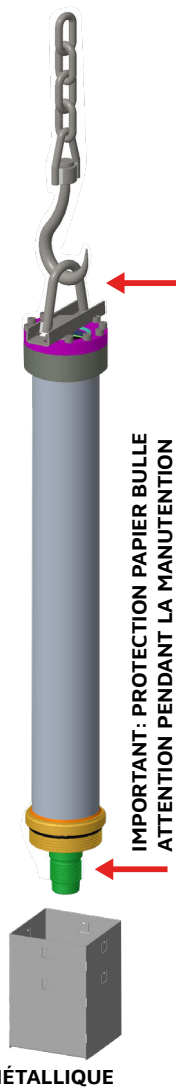

Fig 5
3. Soulevez la partie supérieure du piston et retirez la protection métallique; retirez maintenant la protection du papier bulle. Posez soigneusement le piston sur le sol. **(Fig 5)**